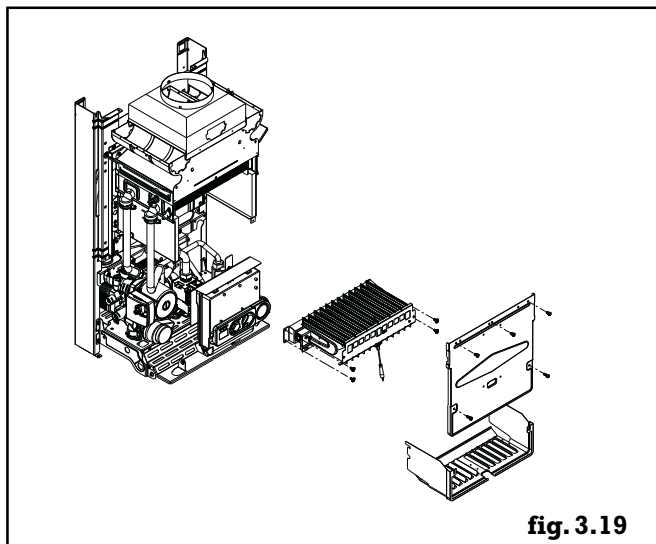

fig. 3.19
- déposer l'habillage, la face avant et le dessous de la chambre de combustion (fig.3.19)
- Déposer la face avant et le dessous de la chambre de combustion (fig. 3.19)